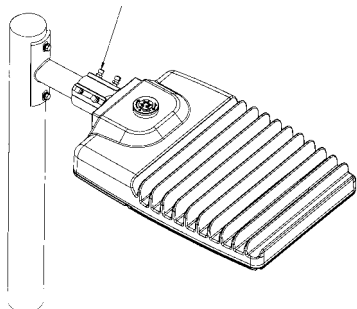

FIGURA 1
- Apriete los (4) tornillos 3/8 del vástago desmontable a 10-14 libras por pie (14-19 N-m). Apriete las tuercas después que los tornillos hayan sido apretados. (Vea Figura 1).